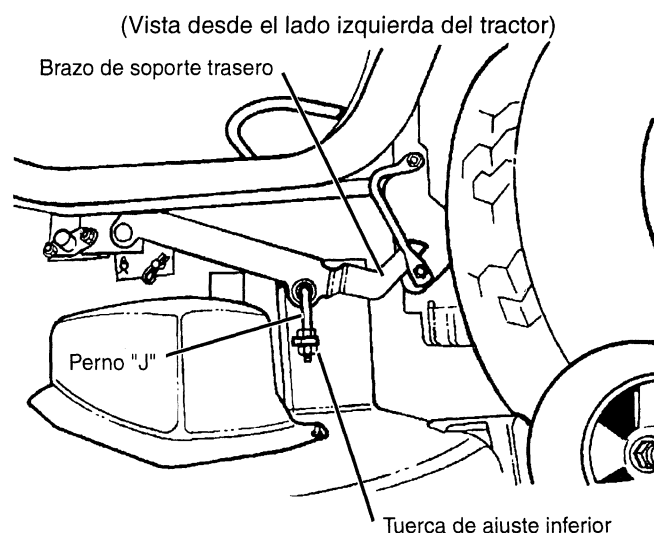

FIGURA 44
- Usando una llave de 15 mm, afloje la tuerca de montaje superior en el perno "J" del lado izquierdo (que ve al interior del cortacésped) más o menos una vuelta. (vea la Figura 44)